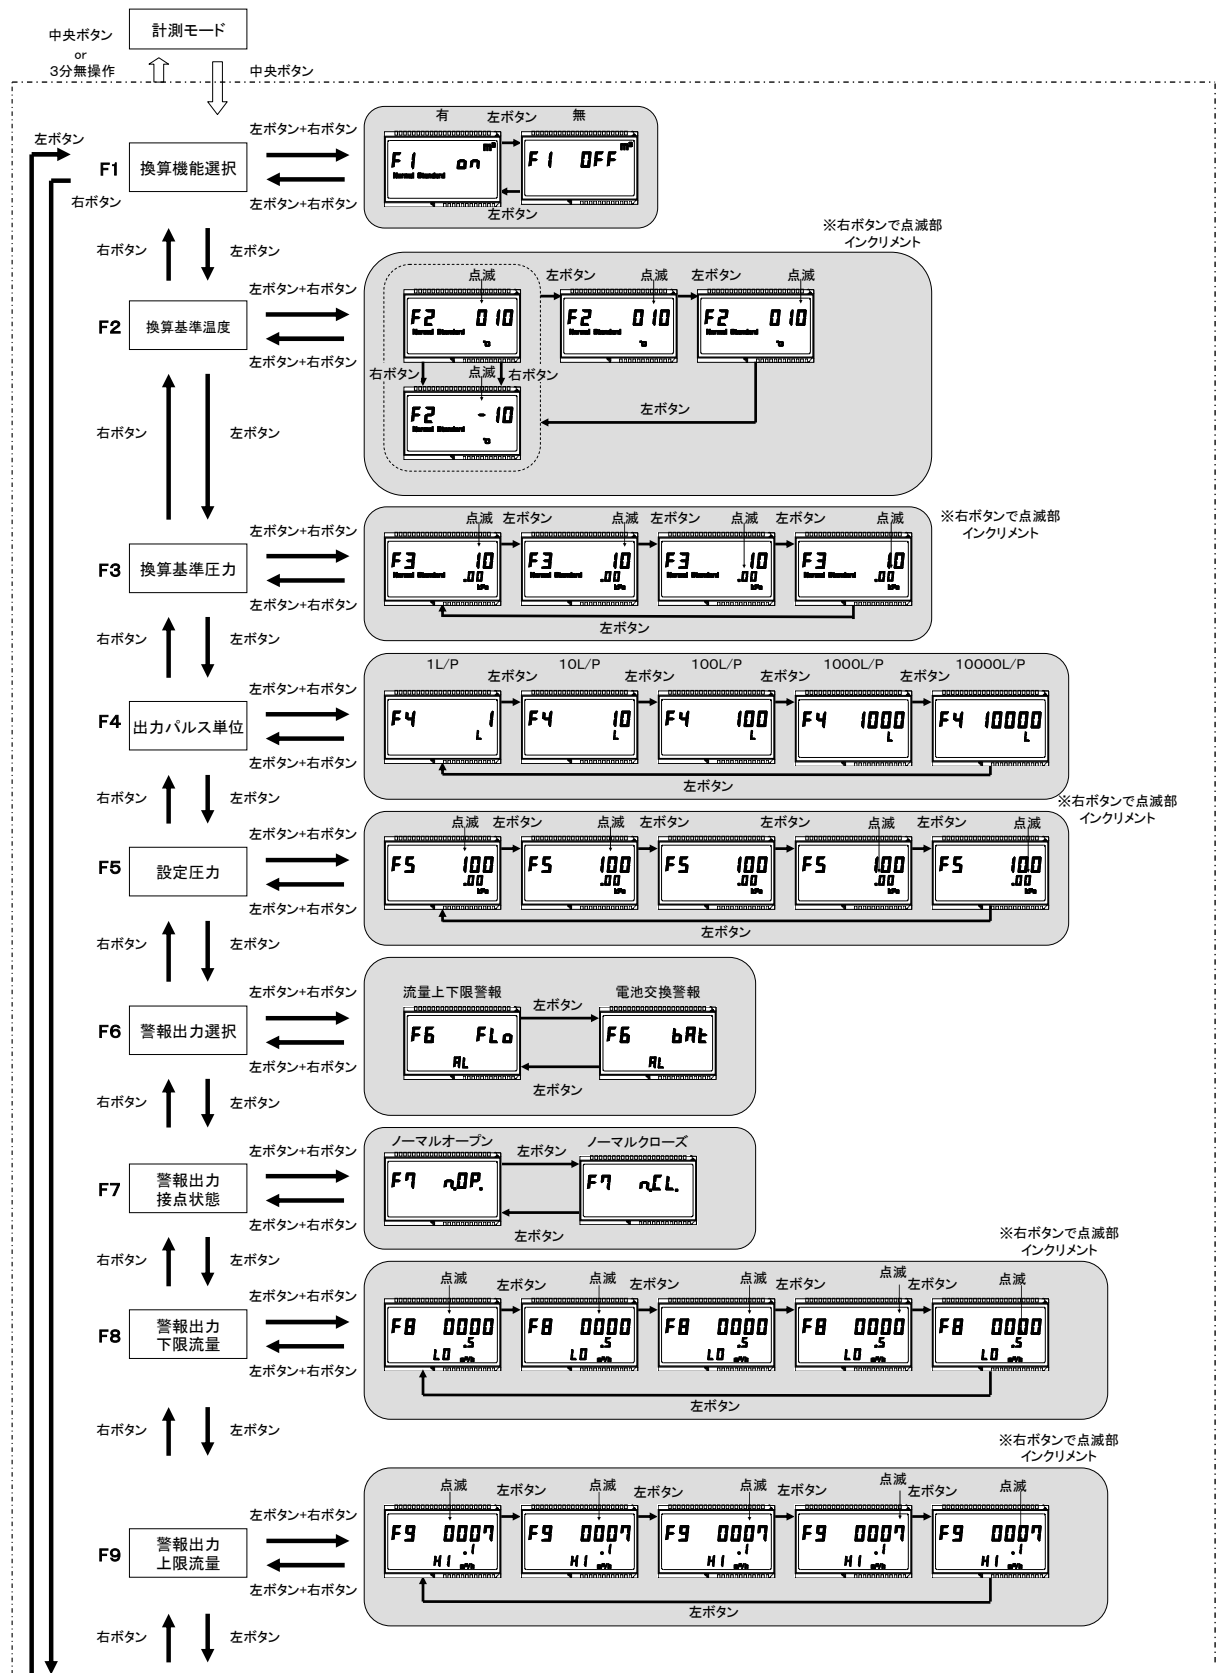

図8-5. 各種設定モードの表示切替図(内蔵電池仕様)
- ①「中央ボタン」を押すと、設定モードへ移行します。設定モードから計測モードへの移行は、もう一度「中央ボタン」を押します。また、設定モードで3分間無操作の場合、計測モードへ自動的に移行します。
- ②設定モードでは「表7-1. 設定モードにおける各種設定項目と内容」(P.21)で示した設定内容の変更を行うことができます。
- ③設定モードでのボタン操作方法は、外部電源仕様については図8-3. および図8-4. の各種設定モードの表示切替図 (P.32、33) を、内蔵電池仕様については図8-5. および図8-6. の各種設定モードの表示切替図 (P.34、35) を参照してください。